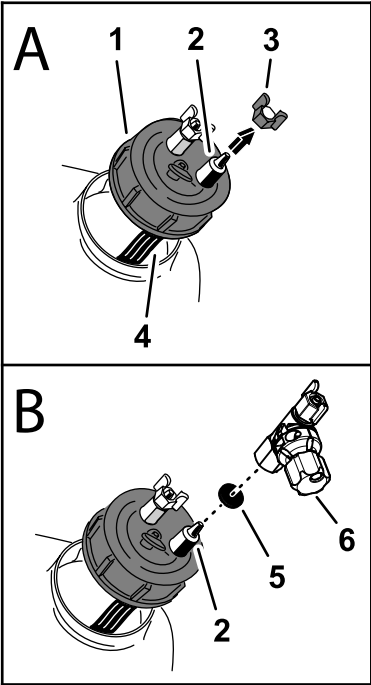

图 1
1. 在泡沫标记水箱总成的末端找到黑色水箱盖图 1。
2. 旋开水箱盖从水箱上提起盖子高度应确保能够看到蓝色滤管图 1。
3. 从连接至水箱内的蓝色滤管的水箱盖接头上拆下蓝色压紧螺母图 1。
4. 如图 1 所示将盖装调节阀和垫片安装到水箱盖的接头上并调节阀门的位置。